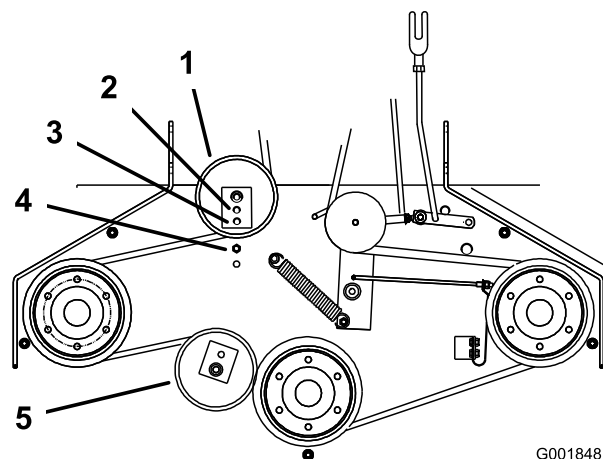

Figura 49
6. Si no es posible ajustar más el tensor y la correa todavía está floja, será necesario cambiar la polea tensora trasera al taladro central o delantero (Figura 49). Utilice el taladro que permita un ajuste correcto.
7. Cuando se cambia de posición la polea tensora, será necesario cambiar también la guía de la correa. Mueva la guía de la correa a la posición delantera (Figura 49).